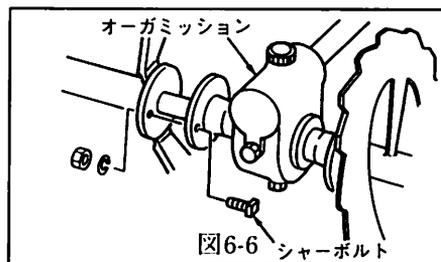

図6-6
- ・除雪作業中、雪に混じった石や異物がオーガとオーガケースの間に詰まり、オーガに過大な荷重がかかり過るとシャーボルトが切断します。このシャーボルトの切断によって、本機の破損を未然に防止します。シャーボルトはオーガミッションの左右のフランジ部に、各1個ずつついています。(図6-6参照)